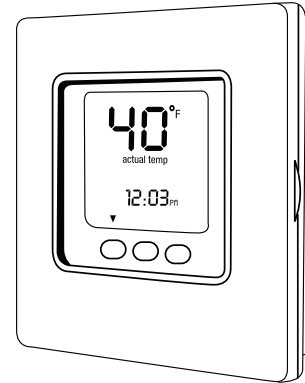

Fig. 16 - Réglage de température le plus bas
1. Régler le thermostat de la pièce à la plus basse température possible, puis régler le MODE à OFF (arrêt). Voir Fig. 16.